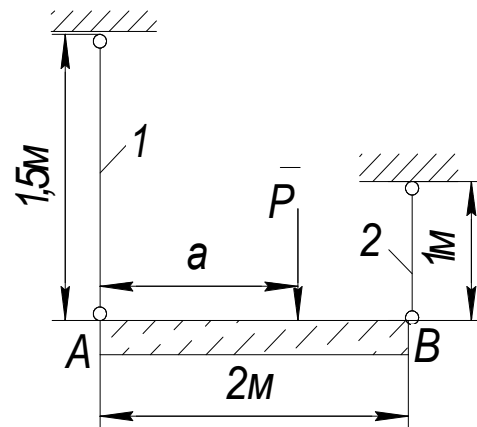

Рис.2.5
2.9. Жесткий брус АВ, деформацией которого можно пренебречь, горизонтально подвешен на тросах 1 и 2. Трос 1 – стальной, круглого сечения, диаметром 20 мм, трос 2 – медный, тоже круглого сечения, диаметром 25 мм. На каком расстоянии a от угла А нужно поместить груз P , чтобы и после деформации брус АВ остался горизонтальным? Чему в этом случае будут равны напряжения в тросах, если $P = 30 \text{ кН}$? (рис.2.5)